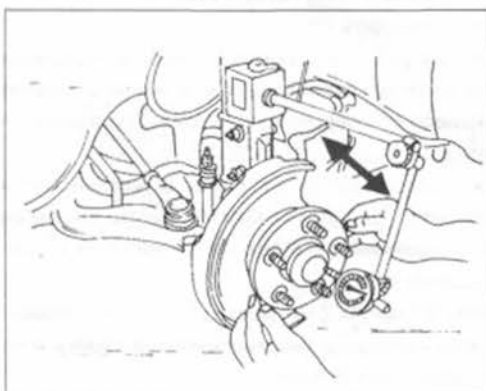

Рис.189.
- Стрелочный индикатор с соответствующей стойкой установить на ступице колеса, как показано на рис.189, и ступицу подвигать взад-вперед. Показанный на приборе зазор должен быть больше чем 0,2 мм.